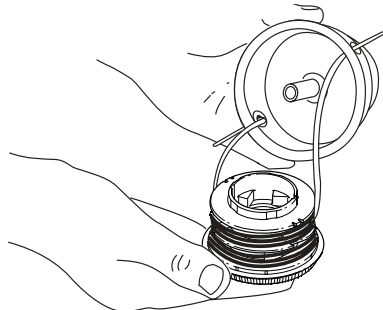

Figure 22
3. Insérez les extrémités du fil du moulinet intérieur neuf dans les œillets de la bobine extérieure (Fig. 22). Enfoncez le moulinet intérieur neuf, flèche vers le haut, dans la bobine extérieure.
3. Retirez de la bobine extérieure le moulinet intérieur avec son fil (Fig. 22).